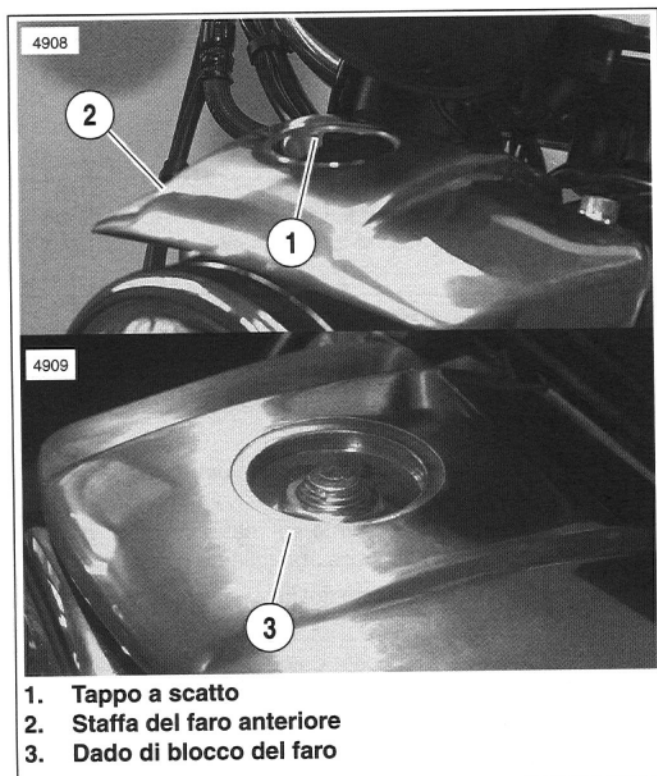

Figura 48. Regolazione del faro anteriore
1. Vedere la Figura 48. Togliere il tappo a scatto (1) sulla parte superiore della staffa del faro anteriore (2). Allentare il dado di blocco del faro (3).